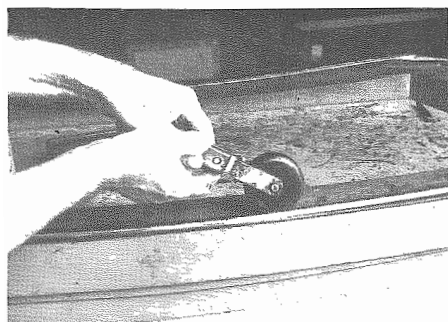

Fig. 33 - Splanare il sigillante
- Spianare il sigillante con l'apposita rotella bagnata con il liquido antiadesivo (**Fig. 33**) e con una spatola.
- Flatten the sealing using the proper roller wetted in antiadhesive liquid (**Fig. 33**) and with a spatula.